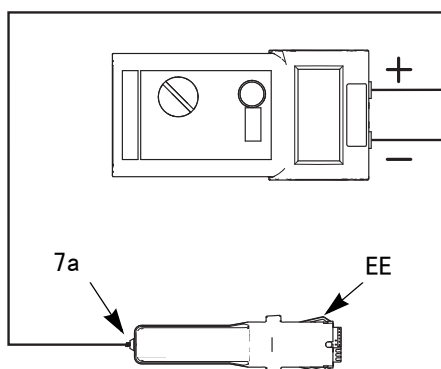

图 15. 测试供电电源的电阻
3. 测量从供电电源的接地片（EE）到弹簧（7a）的电阻。电压为 85kV 的喷枪的电阻应为 130–160 兆欧。参见图 15。